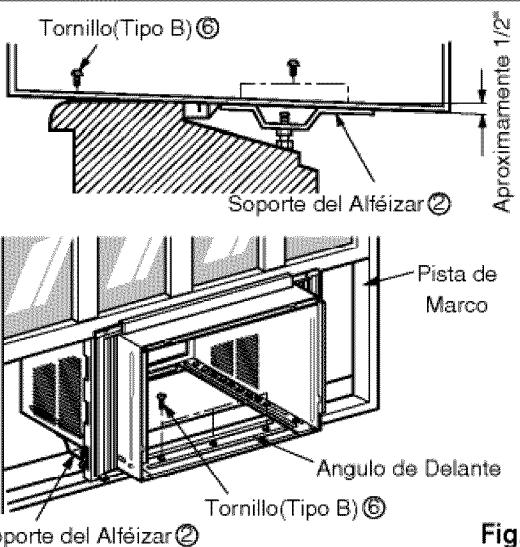

Fig. 5
6. El gabinete debe ser instalado con una **pequeña caída(cerca de  $\frac{1}{2}$ " ) hacia abajo** hacia afuera (Ver Fig. 5).
7. Adjunte el gabinete al banquete de la ventana atornillando los tornillos ⑥(Tipo B: Largo diecisésis milímetros y menos.) a través del ángulo frontal en la banqueta de la ventana.